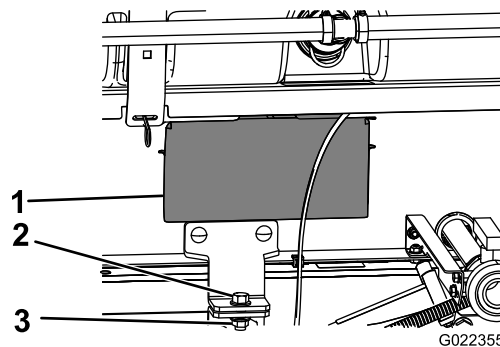

Figura 36
5. Îndepărtai panourile de acces de pe ambele părți ale saniei cadrului (Figura 36).
- Fixai suportul de fixare al ansamblului saniei rezervorului la suportul platformei de pe cadru de pe fiecare parte a mainii cu un urub ($\frac{1}{2} \times \frac{1}{2}$ ") i o contrapiuliă ($\frac{1}{2}$ ") aa cum este indicat în Figura 36.